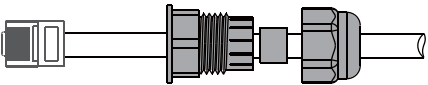

Figura 4.5-4 Cierre de forma remota la conexión del cable
Paso 3-2 Para apagado remoto. Pase el cable a través de la placa de acero y, a continuación, conecte los pines 5 y 6. La tabla 4.6-1 describe la definición del puerto de 6 pines. El cableado se muestra en la figura 4.5-4.